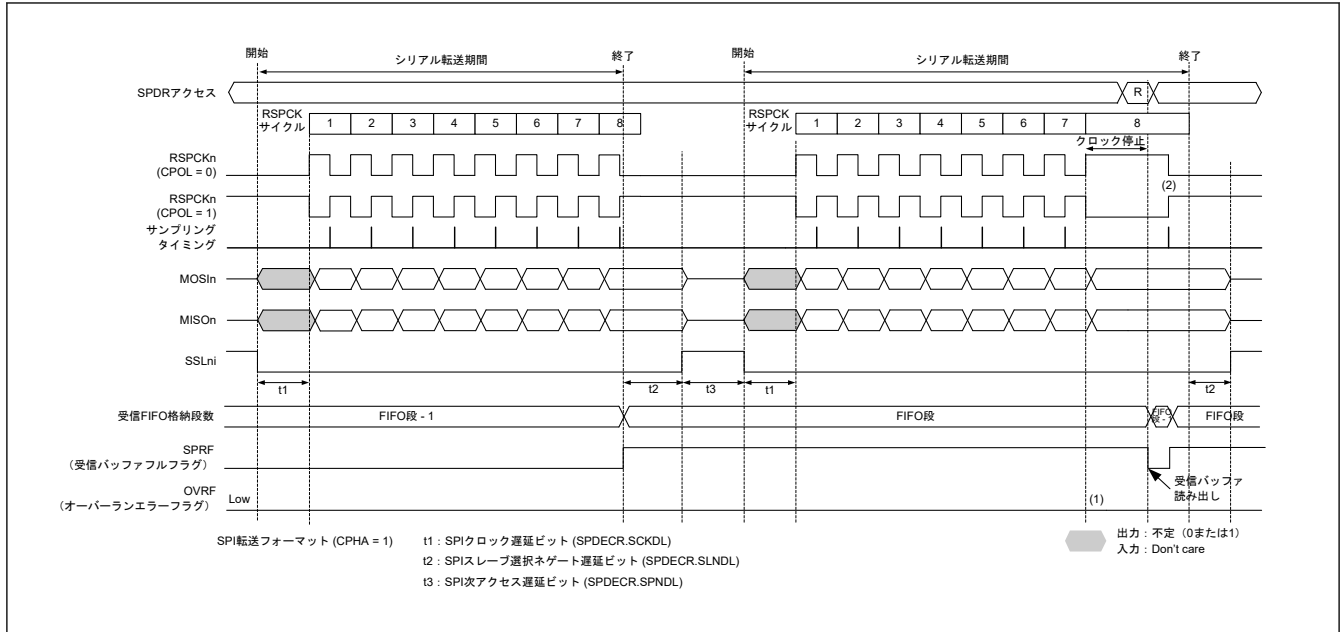
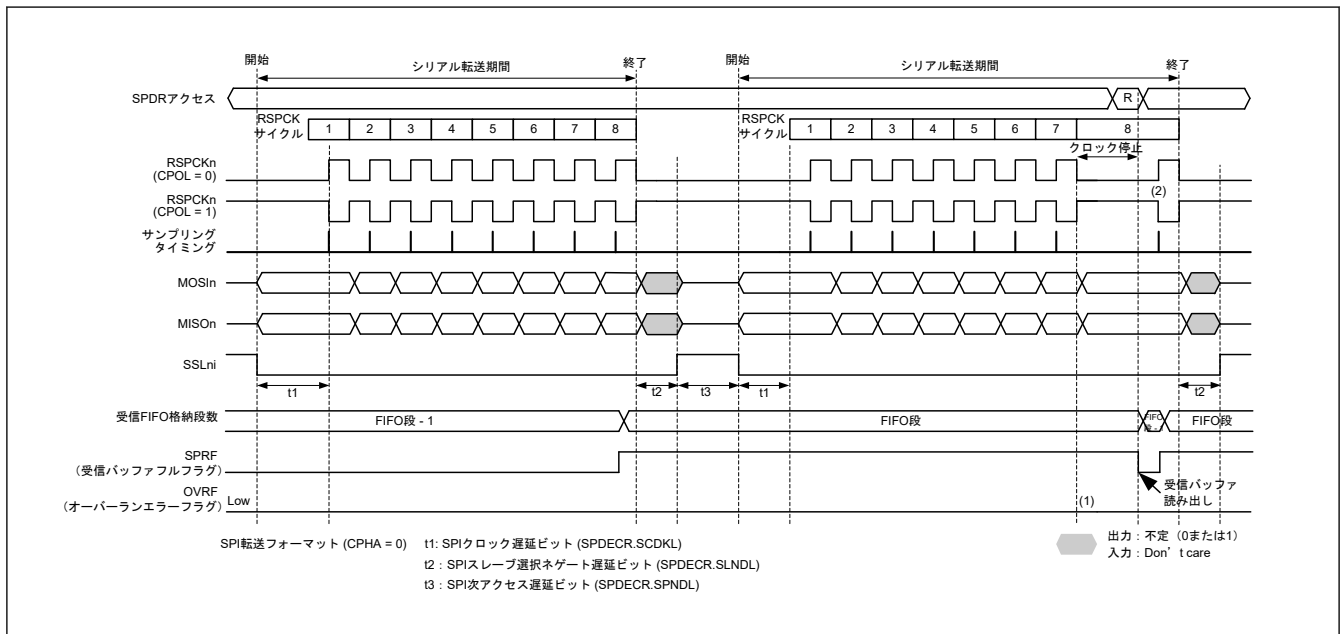

図 30.48 マスタモードで FIFO 段数に対応するデータが保存された状態でシリアル転送が継続されるときのクロック停止波形 (DPHA = 1)
図 30.49 マスタモードで FIFO 段数に対応するデータが保存された状態でシリアル転送が継続されるときのクロック停止波形 (DPHA = 0)
マスタモードで RSPCK 自動停止機能を有効 (SPCR.SCKASE = 1) にした場合、オーバーランエラーは発生しません。図 30.48 と図 30.49 に、マスタモードの受信バッファフル状態でシリアル転送が継続されるときクロック停止波形を示します。
以下に、図 30.48 および図 30.49 の (1)、(2) に示したタイミングでのフラグ動作を説明します。